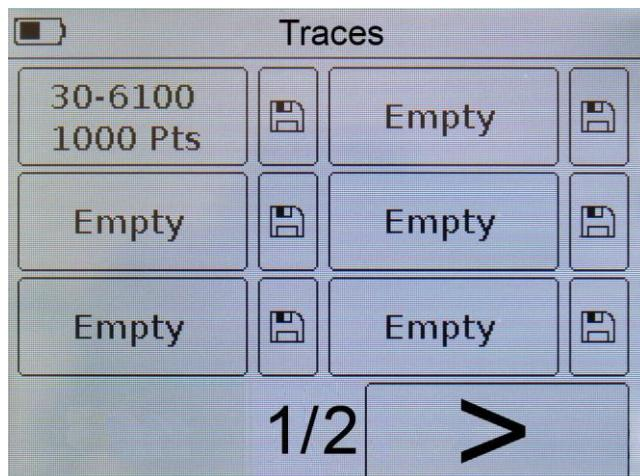

Рисунок 9.27 – Меню для сохранения результатов измерений
9.10.4. Для просмотра сохранённых результатов измерений и их сравнения с текущими, нажмите на частотное задание. Фон поля с частотным заданием станет чёрным. Перейдите в графики с измерениями. Сохранённые результаты измерений на графике будут отображаться в виде графика (трассы) оранжевого цвета (Рисунок 9.27).